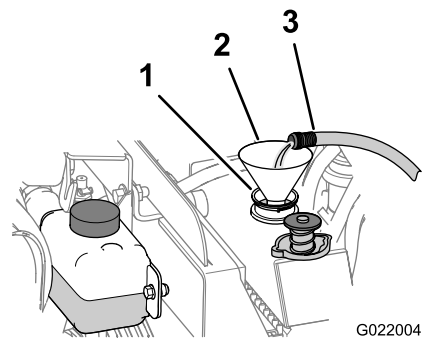

Figura 84
- B. Adicione água limpa até encher o radiador (Figura 84).